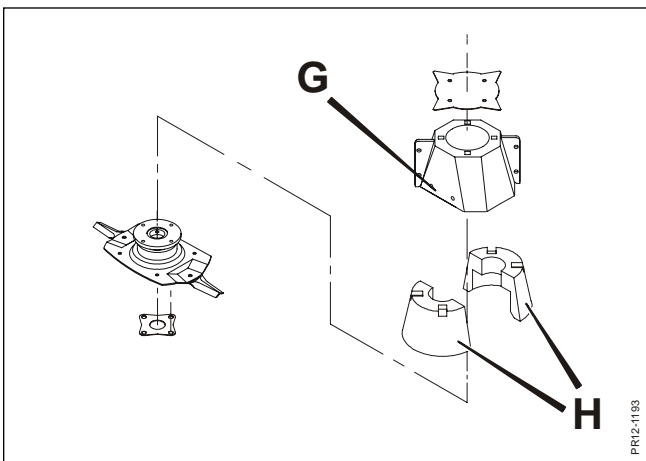

Fig. 5-6
**Fig. 5-6** I due intensificatori di flusso **G** sui dischi esterni sono riempiti di polistirolo **H** per evitare squilibri. E' importante che i tamponi di polistirolo rimangano indenni per evitare che gli intensificatori di flusso si riempiano di terra e impurità che possono causare squilibri.